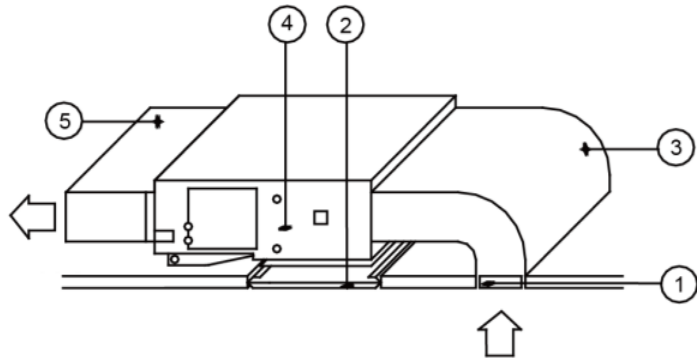

Рис. 4.35
- (3) Если на объекте требуется забор воздуха снизу, то прямоугольный фланец и заглушку воздухозаборного отверстия необходимо поменять местами.
- (4) Присоединить один торец воздухозаборного воздуховода к воздухозаборному отверстию заклепками, а второй – к воздухозаборной решетке. Для более удобного регулирования высоты можно предусмотреть секцию канала из брезента. Ее можно будет армировать и закрепить железной проволокой типоразмера 8.
- (5) При заборе воздуха снизу уровень шума будет выше, чем при заборе с тыльной стороны. Поэтому для снижения уровня шума рекомендуется предусмотреть шумоглушитель и камеру статического давления.
- (6) При выборе типа монтажа следует руководствоваться условиями в здании, удобством технического обслуживания и другими ограничениями и требованиями, см. рис. 4.35.